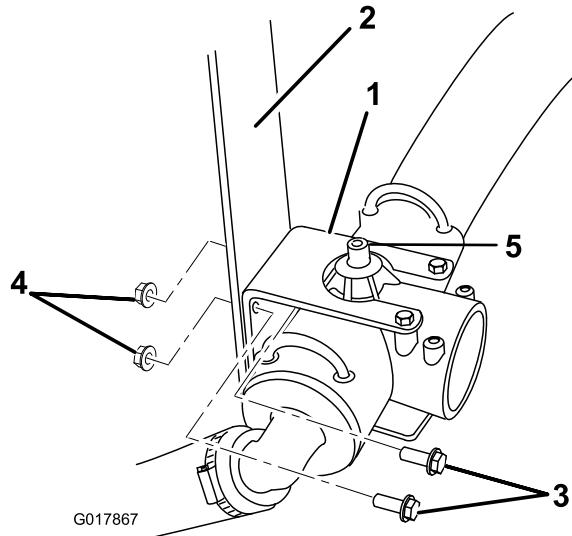

Figure 8
- 2. **Pulvérisateur Multi-Pro 1200 uniquement :** Sur le haut du raccord en T, débranchez le petit tube rouge de manomètre du tube vert (Figure 8).
- 3. Retirez les deux boulons et les deux écrous qui fixent le raccord en T d'alimentation et son support au véhicule (Figure 8). Conservez les fixations pour la repose.